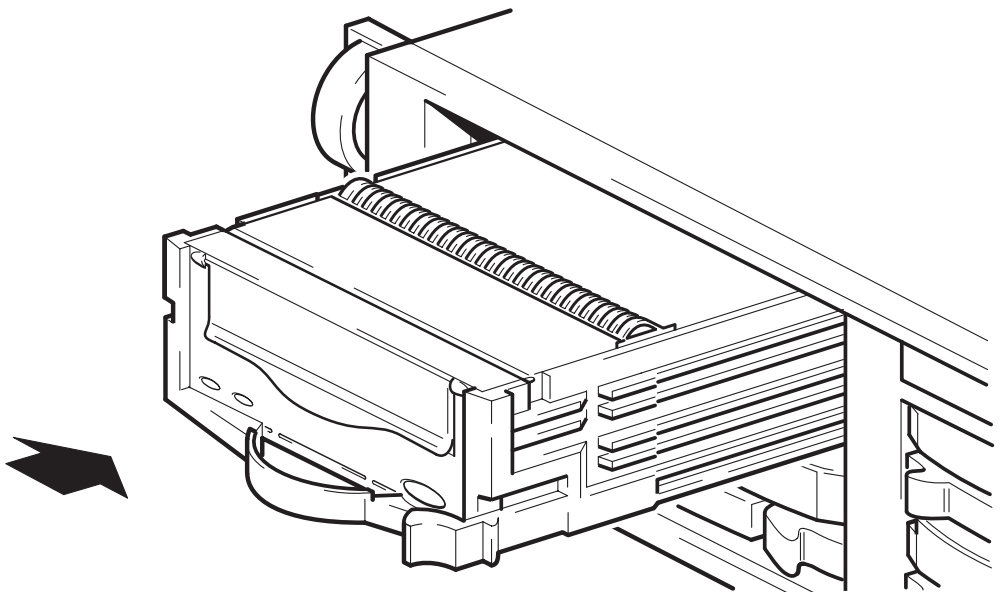

Figure 3b : installation du lecteur de bande
- 3 Introduisez le lecteur de bande dans la baie ouverte, comme indiqué à la figure 3b. Faites simplement glisser le lecteur dans le logement jusqu'à ce qu'il s'insère correctement dans le connecteur ; le loquet revient alors en place. Déterminez l'état du lecteur de bande en vérifiant les voyants hot-plug (reportez-vous à "Votre lecteur de bande HP StorageWorks DAT" à la page 19).